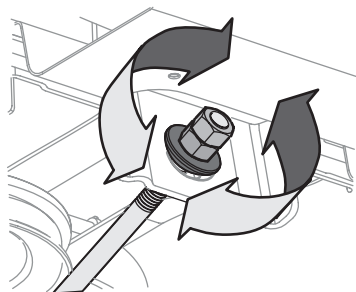

Figura 21
- Para **elevantar** el frente de la plataforma, afloje la tuerca exterior y luego apriete (rosca hacia adentro) la tuerca contra el soporte de suspensión delantera. Consulte la Figura 21. Cuando se logre el ajuste correcto, vuelva a apretar la tuerca exterior hasta 25-30 pies-libras (33.9-40.7 N-m).
- Para **bajar** el frente de la plataforma, afloje la tuerca exterior y luego afloje (rosca hacia afuera) la tuerca, alejándola del soporte de suspensión delantera. Consulte la Figura 21 en la página 15. Cuando se logra el ajuste correcto, vuelva a apretar la tuerca exterior.